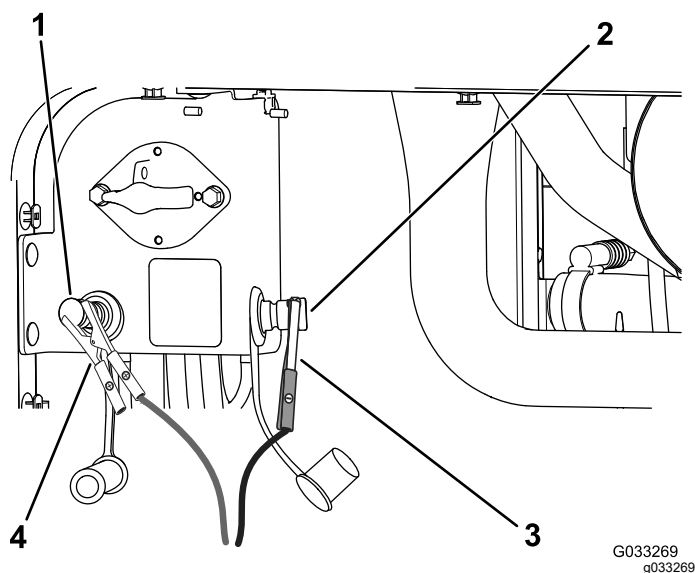

Рисунок 108
4. Подсоедините положительный провод зарядного устройства к положительному штырю запуска от внешнего источника (Рисунок 108).
5. Подсоедините отрицательный провод зарядного устройства к отрицательному штырю запуска от внешнего источника (Рисунок 108).
7. После полной зарядки аккумуляторных батарей отсоедините зарядное устройство от источника электропитания, затем отсоедините провода зарядного устройства от штырей запуска от внешнего источника (Рисунок 108).